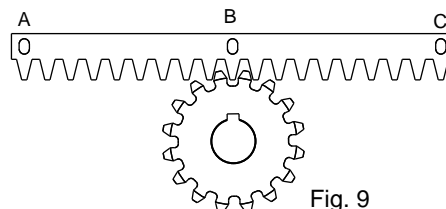
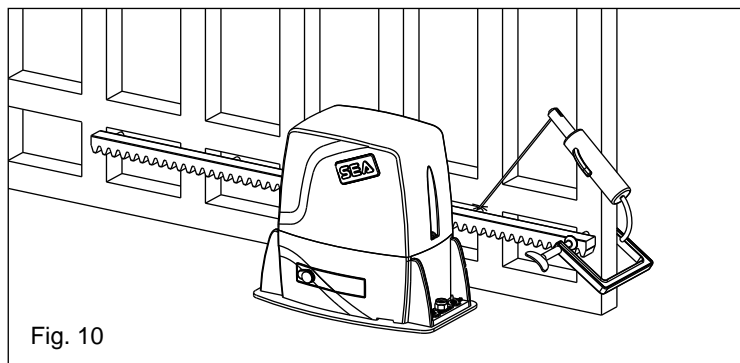

Fig. 9
Fig. 10
6.3. appoggiare l'elemento di cremagliera al pignone dentato del motoriduttore in modo che risulti parallela alla guida a pavimento del cancello e posizionandolo come in Fig. 9 e puntare con elettrosaldatura il nottolino centrale B alla struttura del cancello (Fig. 10).